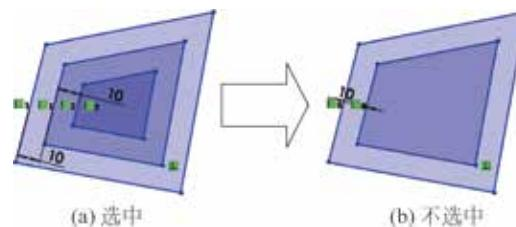

图3.28 双向
- 双向按钮：用于设置是否将两个方向同时等距，如图3.28所示。